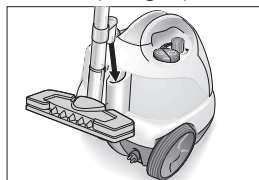

Fig. 9: Parkeringsposisjon
- Ved kortere arbeidsavbrudd kan forlengerrøret plasseres i parkeringsposisjon med dysen montert (se fig.9).